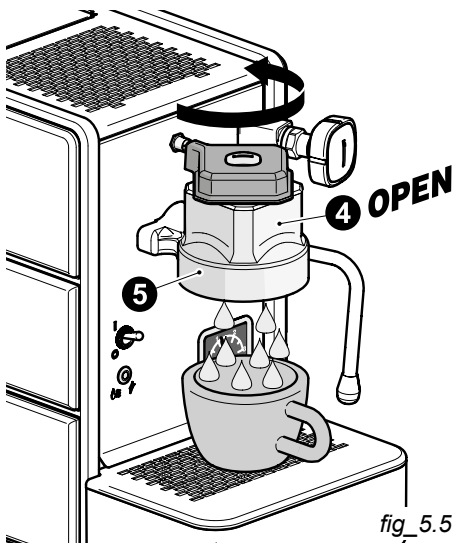

fig. 5.5
- Rode completamente no sentido anti-horário a palheta de infusão (4 - fig. 5.5). Descarregue uma chávina de água quente da cabeça da unidade infusora (5).